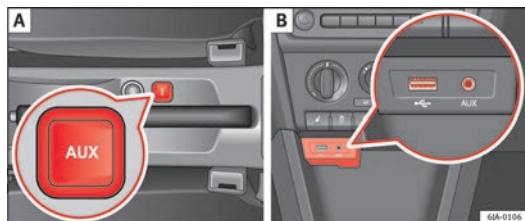

Fig. 42 Entrada AUX-IN / entrada MDI
- sobre la consola central entre los asientos delanteros ⇒ fig. 42 - A;
- encima del portaobjetos en la consola central delantera ⇒ fig. 42 - B;
La entrada MDI se encuentra encima del portaobjetos de la consola central delantera ⇒ fig. 42 - B;